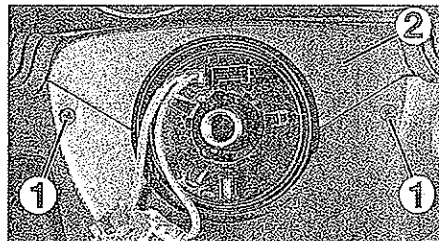

FIG. 5
- los dos tornillos (1) del guarnecido superior (2) de la columna de dirección (fig. 5).